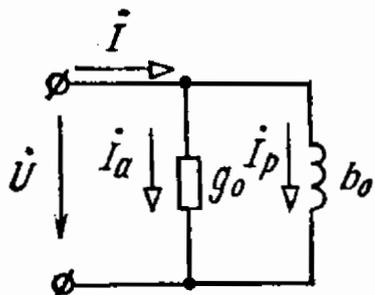

Рис. 10.11
10.11. Определить параметры параллельной эквивалентной схемы (рис. 10.11) катушки задачи 10.10 и найти токи в ее ветвях.